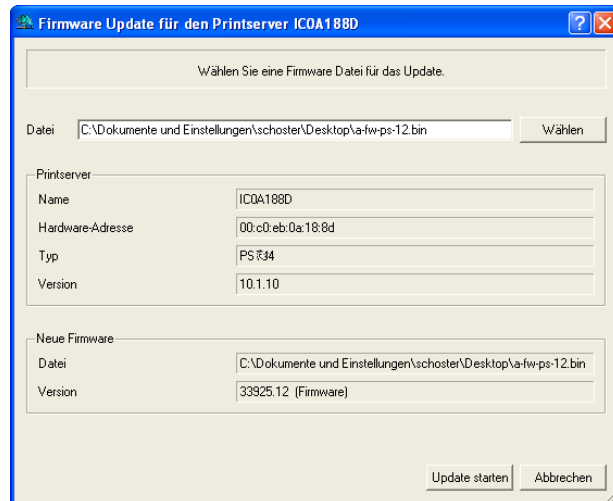

Abb. 53: InterCon-NetTool – Standard Update
3. *Wählen Sie im Menü **Aktionen** den Befehl **Firmware Update – Standard Update**. Der Dialog Update erscheint; siehe Abb. 53